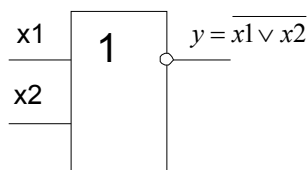

Рис. 159
4. Элемент Пирса. Этот элемент, реализующий функцию отрицания дизъюнкции, называется ИЛИ-НЕ (смотрите рис. 159, 160).  $y = \overline{x_1 \vee x_2}$ .